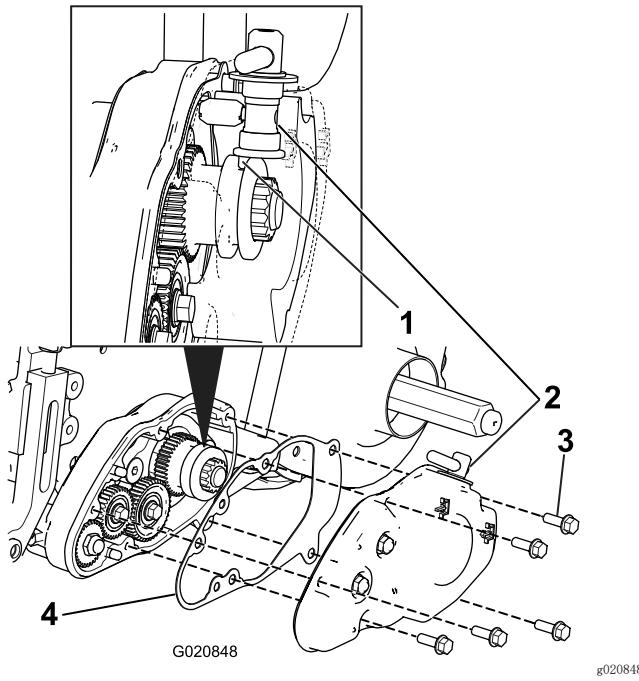

图16
2. 将垫片放到疏草刀壳体上的定位销上 (图16)。
3. 将盖子安装到疏草刀壳体上，将离合器总成的致动销插入驱动齿轮的凹槽中 (图16)。
4. 用 5 个凸缘头螺栓 (图16) 固定盖子，上紧螺栓扭矩至 $9.6 \sim 10.5 \text{ N} \cdot \text{m}$ 。